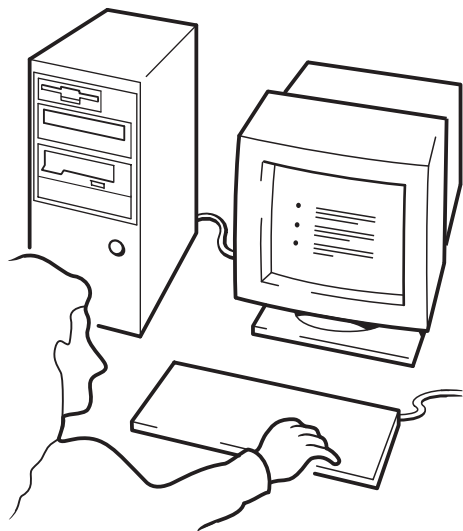

図 12c: HP OBDR の使用方法、
- 3 画面の指示に従ってオペレーティング・システムを設定します (図 12c を参照)。これらはバックアップ・ソフトウェアによって変化します。通常は、すべてのメッセージに対し、[Enter] を押してデフォルトの応答を受け入れることができます。